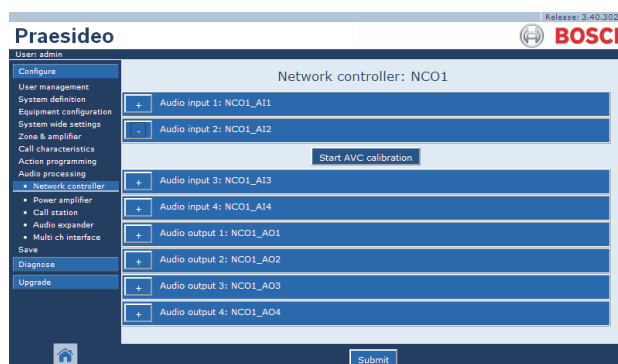

figure 50.2: Bouton Étalonnage AVC
- 9 Allez à la page *Audio processing* de l'entrée audio à laquelle le microphone capteur est connecté. Un écran semblable à celui illustré à la figure 50.2 s'affiche.